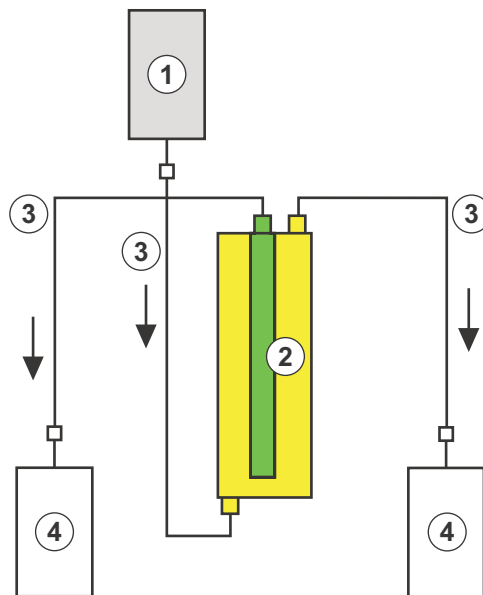

Abb. 9-9 Aufbau zum Spülen des Präzipitatfilters
Materialien: siehe Legende zu Abb. 9-9
2. Die anderen Verbindungsleitungen und die Leerbeutel, wie in Abb. 9-9 dargestellt, mit der oberen präzipitat- und filtratseitigen Öffnung des Filters verbinden und die Leitung auf der Filtratseite abklemmen.